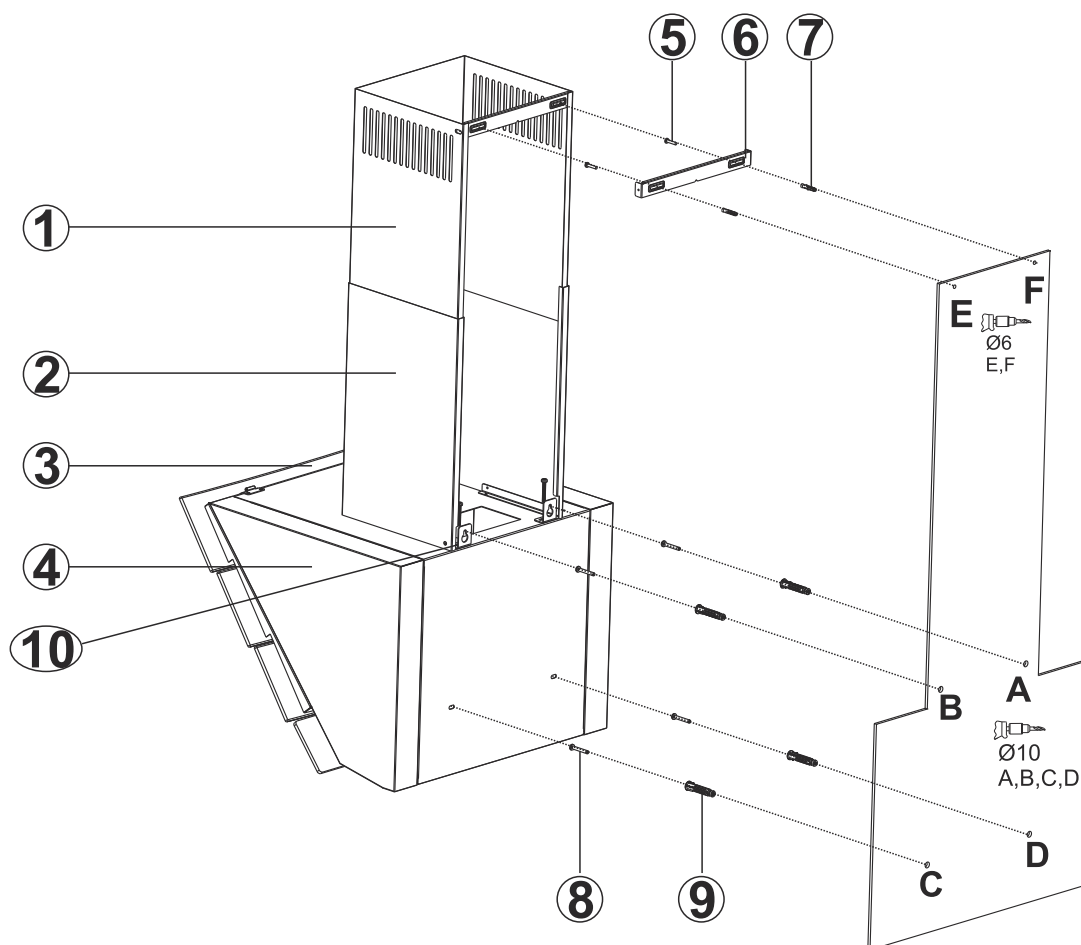

Fig. 13: MONTERING INSTALLATION OG DELE.
- Placere monteringsskabelonen på væggen alt efter ønskede højde af emhætten i forhold til kogepladen (følg vores anbefalinger mht højde). Markerer A, B, C og D punkterne (Fig. 13)
- På punkterne A, B, C og D bores og indsættes Ø10mm raw-plugs. Skru derefter 2 x 5,5x60 i A + B-punkterne med en afstand af 5mm mellem væggen og skruet hovedet. (Fig. 13).
- Montere ophængningsbeslagene på emhættens top med 2 x M5x35 skruer (Fig. 13/10)
Indvendig og udvendig skorsten sættes ind i hinanden (Fig. 13).
- Vægbeslaget til skorstenen (6) holdes hen mod væggen der hvor den skal placeres. Herefter markeres punkterne E & F (Fig. 13).
- Bor punkter E og F med Ø 6 mm bor, og sæt Ø 6 mm rawl-plugs. Monter vægbeslaget til skorstenen med 3,9x22 skruer (Fig. 13).